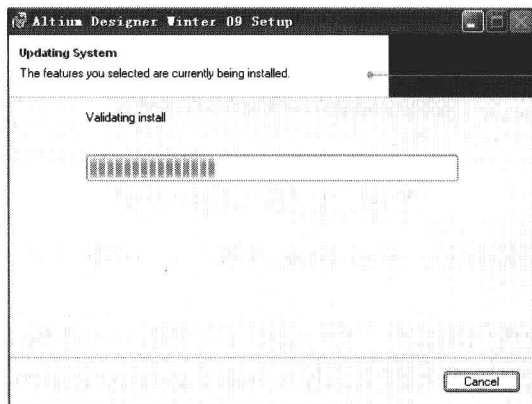

图 1-9 安装进度窗口
(9) 确定以上安装信息设定无误后, 单击 Ready to Install the Application 窗口中的 Next 按钮开始安装, 安装过程中, 文件复制窗口内将显示操作过程和文件复制进度, 以及安装剩余时间等信息, 如图 1-9 所示。